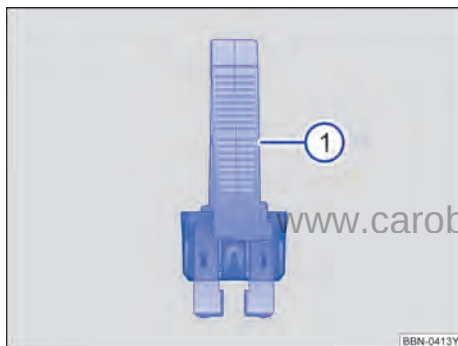

图 120 用塑料夹钳拔出或插入保险丝：扁平插入式保险丝
- 必要时将塑料夹钳 → 图 120 从相应保险丝盒的盖板中取出。
- 如果保险丝已烧断，用一个具有相同电流强度（相同颜色和相同印刷文字）和相同尺寸的新保险丝更换 → ❶。